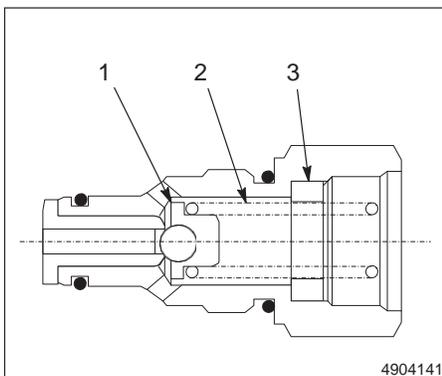

Fig. A 9-9 Removendo a Mola da Válvula
4. Ver a Figura A 9-9.
1. Ver a Figura A 9-9.